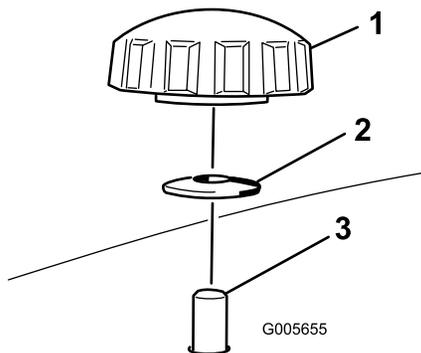
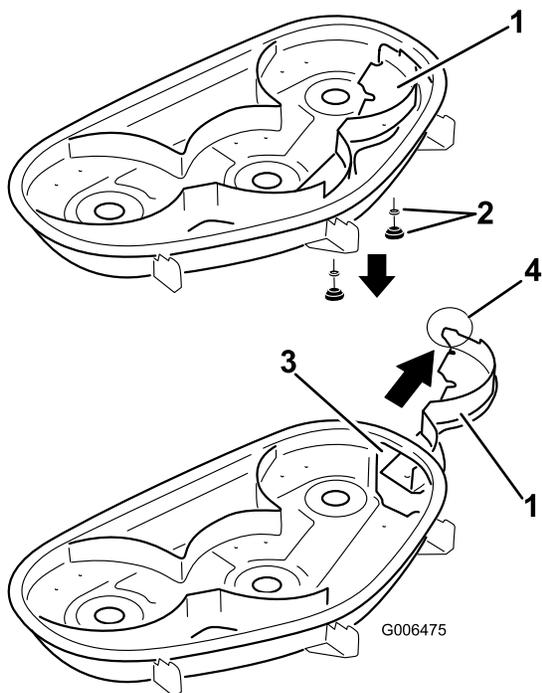

Figura 24
Figura 25
4. Togliete le 2 manopole e le rondelle curve che fissano il diaframma destro al tosaerba come illustrato nella Figura 24.
5. Togliete il diaframma destro e abbassate il deflettore dell'erba sull'apertura di scarico come illustrato nella Figura 25 e Figura 24.
4. Infilate il diaframma destro nell'apertura di scarico e fissarla utilizzando le 2 manopole e le rondelle curve (lato concavo verso il tosaerba) come illustrato nella Figura 24 e Figura 25.